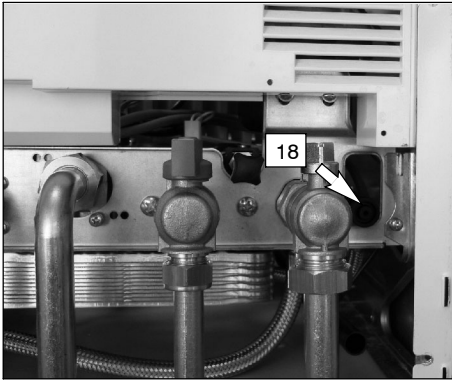

fig. 9.4
- 2 Abrir el grifo de vaciado del circuito primario 18 en la fig. 9.4